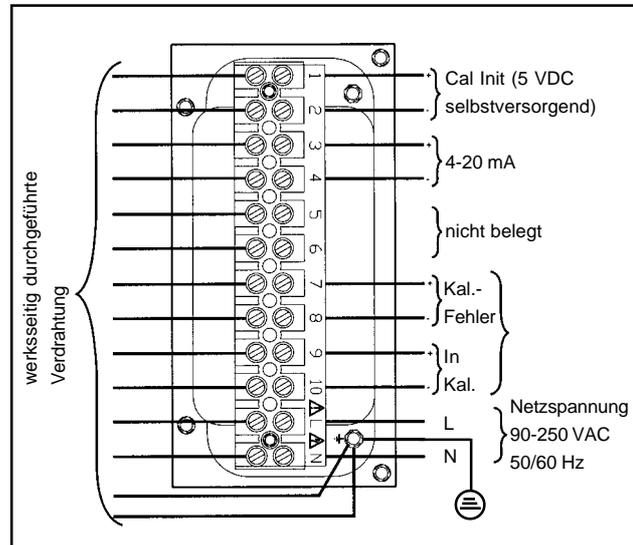
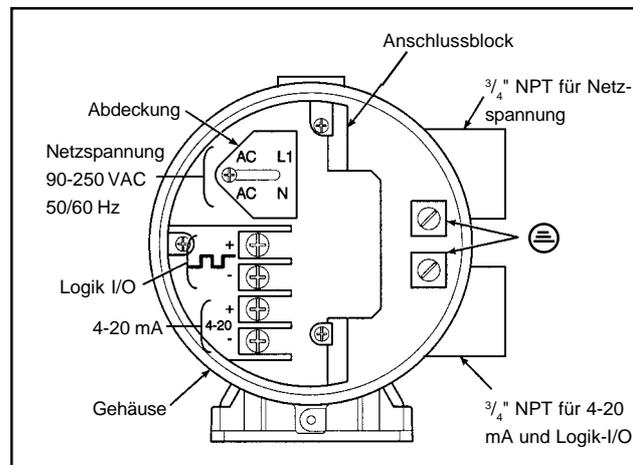

Abbildung S-2 Verdrahtung Oxymitter 4000/SPS 4000
Abbildung S-3 Verdrahtung Oxymitter 4000 ohne SPS 4000
- ❑ **Schritt 4.** Führen Sie nun die elektrischen Anschlüsse entsprechend der Abbildung S-2 bzw. S-3 durch. Die Abbildung S-2 wird bei der Konfiguration OXT4A/SPS 4000 verwendet, die Abbildung S-3 wird verwendet, wenn keine automatische Kalibriereinheit in das System eingebunden wurde. Ist eine automatische Kalibriereinheit SPS 4000 im System integriert, so werden entsprechend Abbildung S-2 folgende Anschlüsse ausgeführt: Netzspannung: 90-250 VAC, 50/60 Hz, Cal Init-Kontakt, Relaiskontakte, 4-20 mA. Wird keine SPS 4000 verwendet, so wird die Verkabelung entsprechend Abbildung S-3 durchgeführt (Netzspannung: 90-250 VAC, 50/60 Hz, Logik-I/O, 4-20 mA).